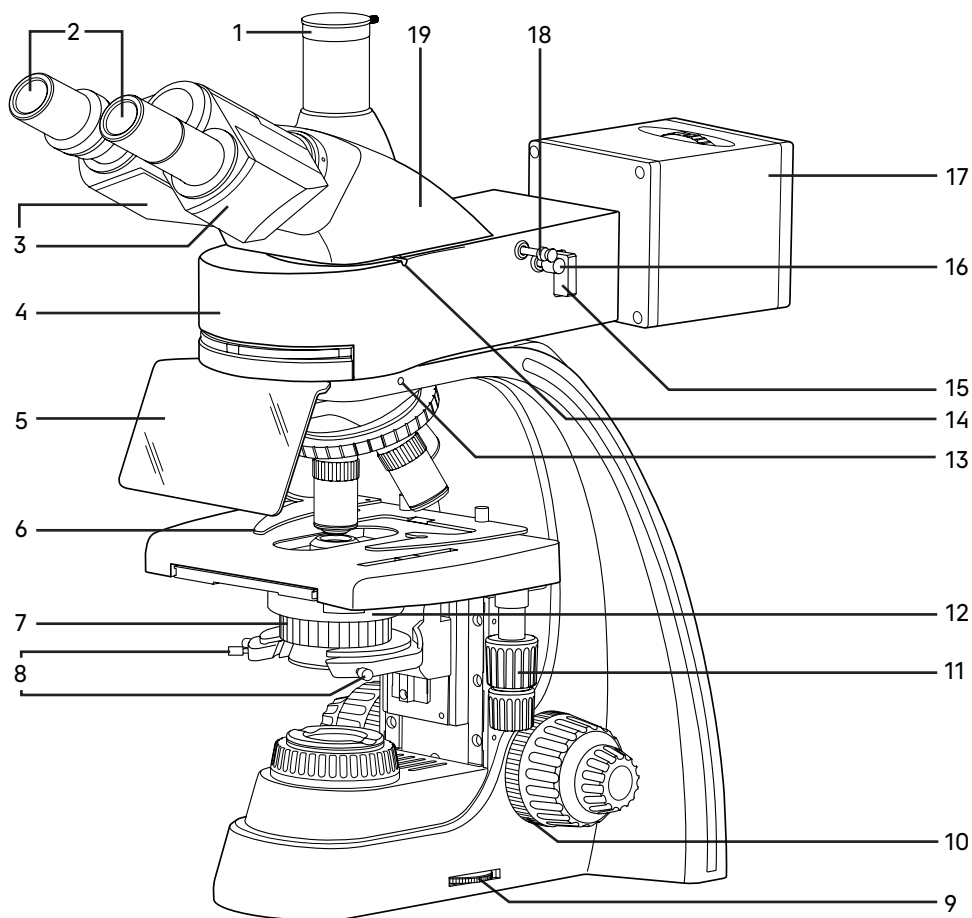
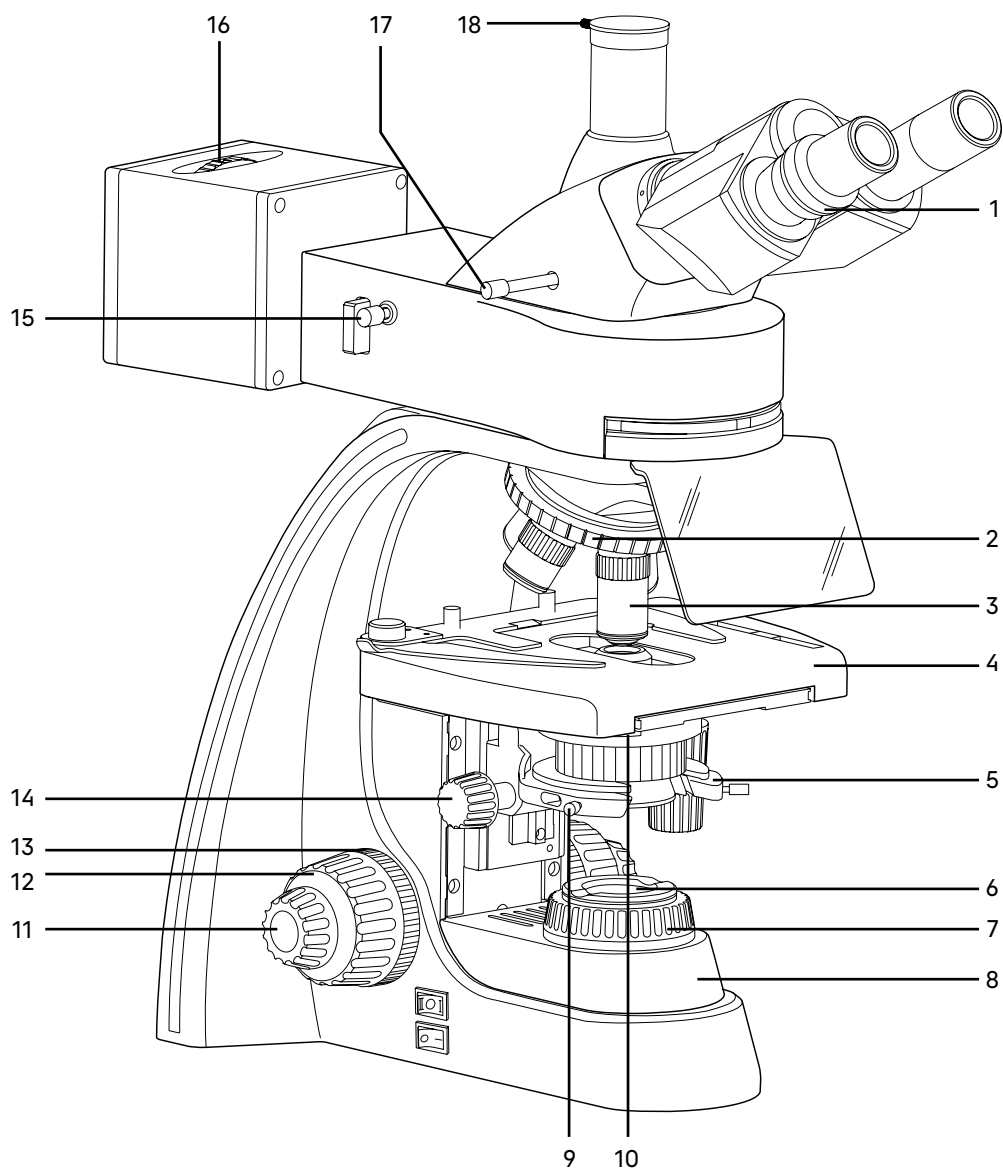

Рис. 1. Микроскоп MAGUS Lum 400L. Вид справа
Рис. 2. Микроскоп MAGUS Lum 400L. Вид слева
Полный состав микроскопа указан в разделе 8 данного руководства по эксплуатации. Общий вид микроскопа представлен на рис. 1, 2 и 3.
Штатив 8 (рис. 2) представляет собой цельную конструкцию с основанием. Основание имеет Y-образную устойчивую эргономичную форму.
- револьвер 2 (рис. 2) с объективами 3 (рис. 2);
- предметный столик 4 (рис. 2);
- кронштейн конденсора 5 (рис. 2);
- коллектор в оправе с полевой диафрагмой 6 (рис. 2).
Диск 9 (рис. 1) служит для регулировки напряжения питания источника проходящего и отраженного света.
Фокусировка на объект осуществляется перемещением по высоте предметного столика 4 (рис. 2). Грубая фокусировка производится вращением коаксиальных рукояток 12 (рис. 2), которые размещены по обеим сторонам штатива.
Тонкая фокусировка производится вращением рукояток 11 (рис. 2), расположенных по обеим сторонам штатива. Тонкая фокусировка требуется для точного фокусирования на объект и для подфокусировки микроскопа на резкость изображения при смене объективов и препаратов.
Механизм регулировки жесткости хода грубой фокусировки 10 (рис. 1) – кольцо между штативом и рукояткой грубой фокусировки с правой стороны. С помощью кольца регулируется жесткость хода грубой фокусировки так, чтобы жесткость была комфортной для пользователя, но при этом столик не опускался самопроизвольно во время работы.
Рукоятка блокировки грубой фокусировки 13 (рис. 2) расположена с левой стороны. После завершения грубой фокусировки рекомендуется перевести рычаг в крайнее положение в направлении по часовой стрелке. Таким образом закрепится положение грубой фокусировки для быстрой рефокусировки после смены препарата.
Насадка 19 (рис. 1) обеспечивает визуальное наблюдение изображения объекта. Насадка устанавливается в отверстие верхнего фланца корпуса люминесцентной насадки 4 (рис. 1) и закрепляется винтом 14 (рис. 1). Насадку при установке развернуть окулярами в сторону предметного столика.
Изменение межзрачкового расстояния в насадке осуществляется разворотом окулярных тубусов 3 (рис. 1) в пределах 48–75 мм. Значение расстояния, установленного в соответствии с глазной базой наблюдателя, отсчитывается по шкале на насадке.
Механизм диоптрийной подвижки окуляров служит для компенсации аметропии глаз наблюдателя. Находится на левом окулярном тубусе – кольцо 1 (рис. 2). Второй окулярный тубус насадки неподвижный.
В вертикальный тубус 1 (рис. 1) корпуса визуальной насадки (канал визуализации) для фиксации камеры (видеоокуляра) устанавливается переходник C-mount. Камера служит для вывода изображения на экран компьютера или монитор/телевизор. Переключение светового потока на вертикальный тубус производится рукояткой 17 (рис. 2). Рукоятка имеет два положения: 100/0 и 0/100.
В комплект микроскопа входят окуляры 2 (рис. 1). Окуляры имеют высокое положение выходного зрачка и предназначены для работы как в очках, так и без них.
Револьверное устройство 2 (рис. 2) обеспечивает установку пяти объективов 3 (рис. 2). Смена объективов производится вращением револьверного устройства за конусную рифленую поверхность до фиксированного положения.
Объективы 3 (рис. 2) рассчитаны на длину тубуса «бесконечность». Парфокальная высота объективов 45 мм, линейное поле зрения в плоскости изображения 22 мм. Рассчитаны для работы с препаратами с толщиной покровного стекла 0,17 мм или без покровного стекла. Микроскоп укомплектован объективами-планахроматами с увеличением 4х, 10х, 40х (люминесцентный), 100х. Дополнительно возможна комплектация объективом-планахроматом 20х и 60х и люминесцентным планахроматом 10х.